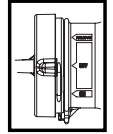

Figure 12
5. Avant de rincer, déplacer l'indicateur sur le capuchon à la position « OFF » (arrêt) pour arrêter le savon (Figure 12).